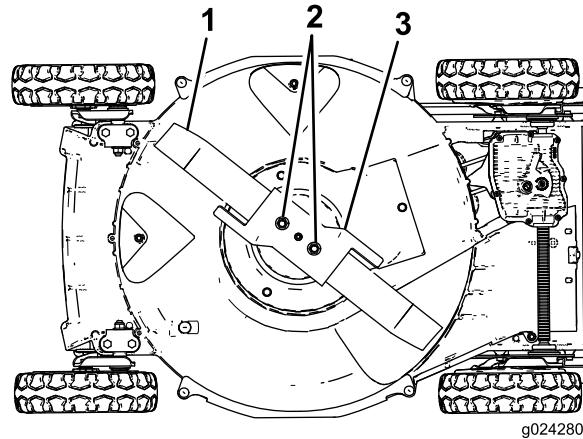

Figure 25
- Basculez la machine sur le côté **droit** (filtre à air en haut), comme montré à la Figure 25.